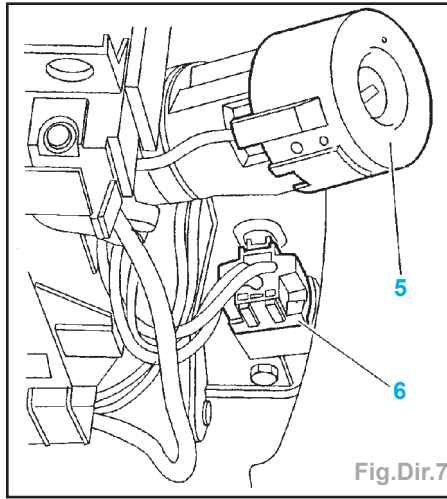
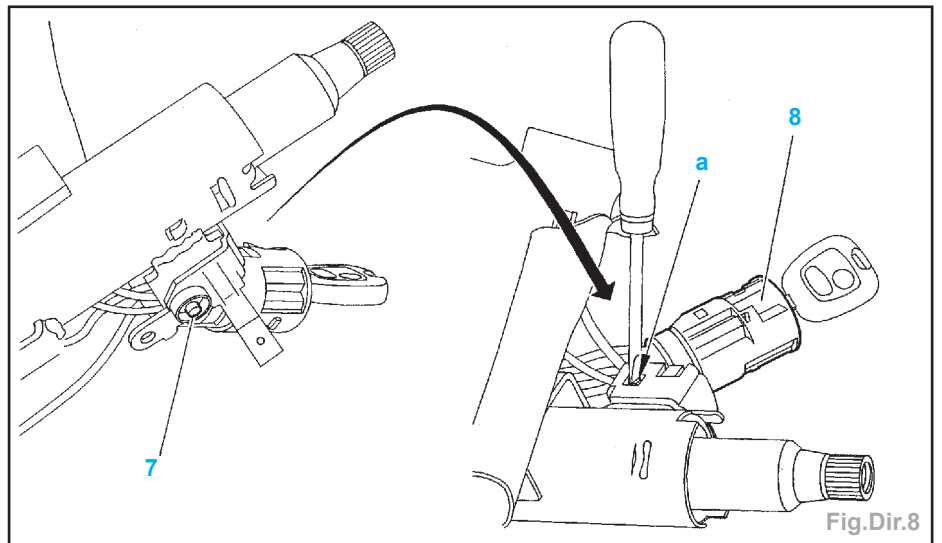

Fig.Dir.7
Fig.Dir.8
- Déconnecter le connecteur (4).
- Débrancher le connecteur (6) (Fig.Dir.7).
- Déposer le module analogique du transpondeur (5).
- Percer la vis (7) (Fig.Dir.8).
- Déposer l'antivol de direction (8), en appuyant sur l'ergot en «a».